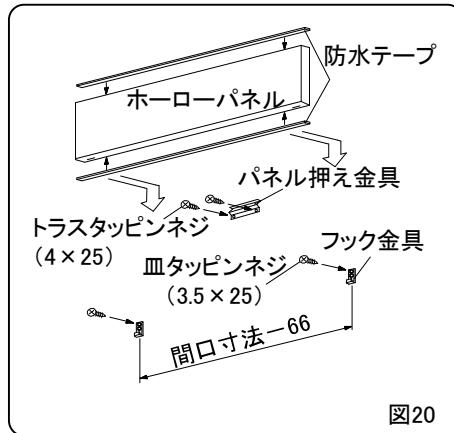

図20
- ③中台キャビネットに付属の防水テープをジョイント用ホーローパネルの間口寸法に合わせて切断しパネルの上下の面に貼ってください。(P.15 図20)
- ②下台キャビネット後板の下穴よりネジ(トラスネジ4.5×60)で固定してください。
- ③中台キャビネットに付属のフック金具・パネル押さえ金具を取付けてください。(図20,21)